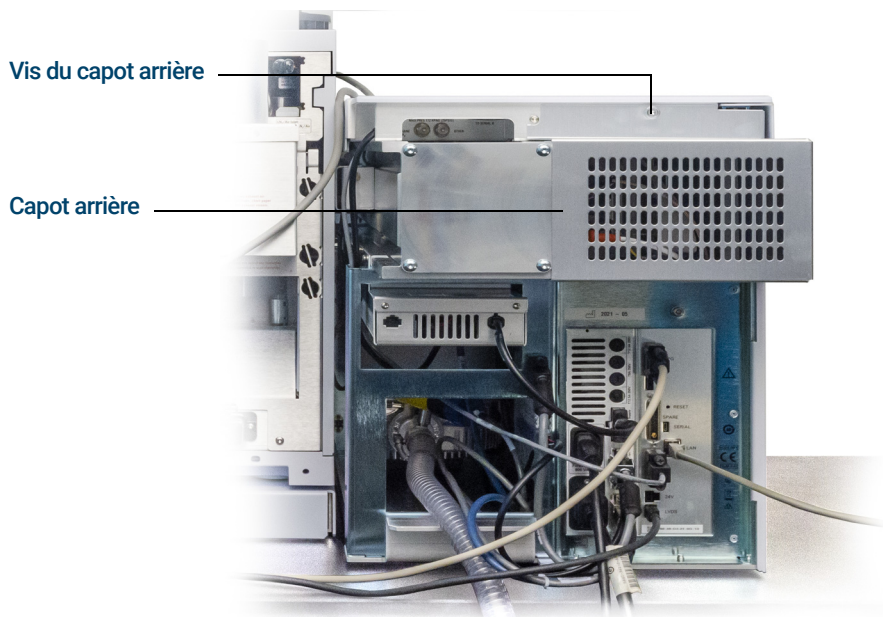

Figure 66. Dépose des capots
Le capot arrière doit être retiré pour ouvrir la plaque latérale arrière de l'analyseur. Ceci est nécessaire pour le remplacement du multiplicateur d'électrons. S'il est nécessaire d'accéder à la chambre arrière de l'analyseur, suivre ces procédures pour retirer le capot arrière. (Voir **Figure 66** page 225.)
- 1 Retirer la vis supérieure du capot arrière. Il s'agit d'une vis captive donc elle ne peut pas être retirée totalement. (Voir **Figure 66** page 225.)